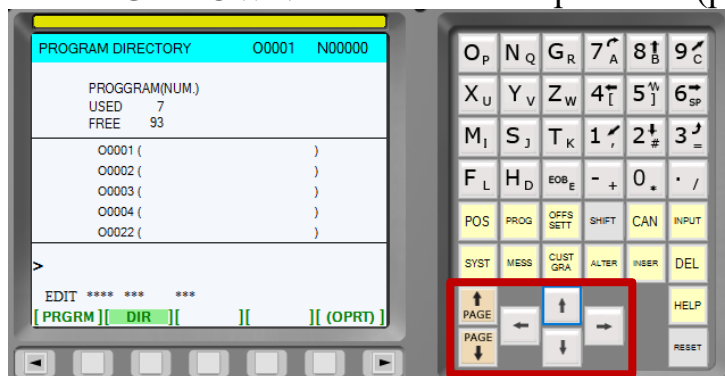

Рис.122. Кнопки «PAGE UP» и «PAGE DOWN» и кнопки со стрелками
4. Для просмотра (прокрутки) списка программ использовать кнопки «PAGE UP» и «PAGE DOWN» и кнопки со стрелками (рис.122);